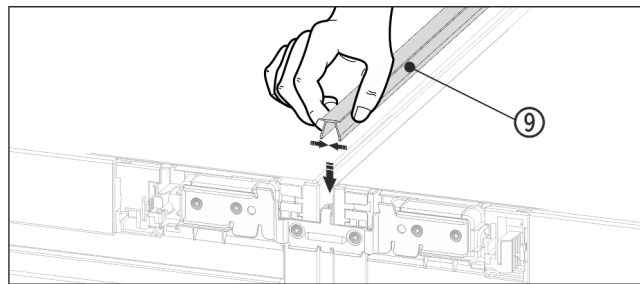

Fig. 19
- Sul lato superiore premere il listello superiore Fig. 19 (9) corto nella fessura orizzontale.